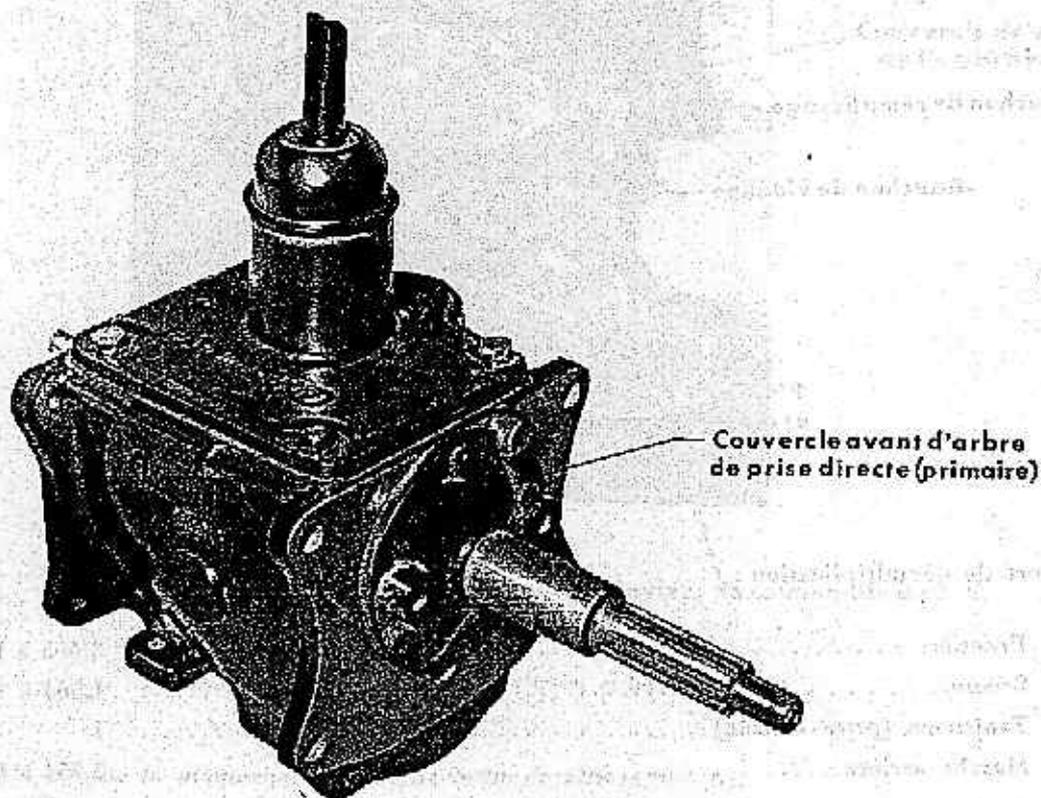

FIGURE 3. — Boîte de vitesses. Vue de trois-quarts avant.
A. — *Description.* — La boîte de vitesses (fig. 3) est le type à trois vitesses plus une marche arrière, dont la seconde et la troisième sont synchronisées. La boîte de vitesses et la boîte auxiliaire sont montées sur un support élastique en caoutchouc placé sur la traverse centrale du châssis. Le levier de changement de vitesse fait partie du boîtier de changement de vitesse.
B. — *Dépose du couvercle de roulement d'arbre primaire (fig. 3).*